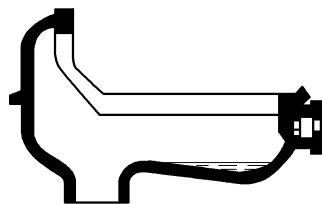

图 4-5 陶瓷蹲便盆
(1) 便盆。便盆由陶瓷制成，中央呈盘形，盘中经常积存 12~13mm 深的水，常见的便盆形状如图 4-5 所示。